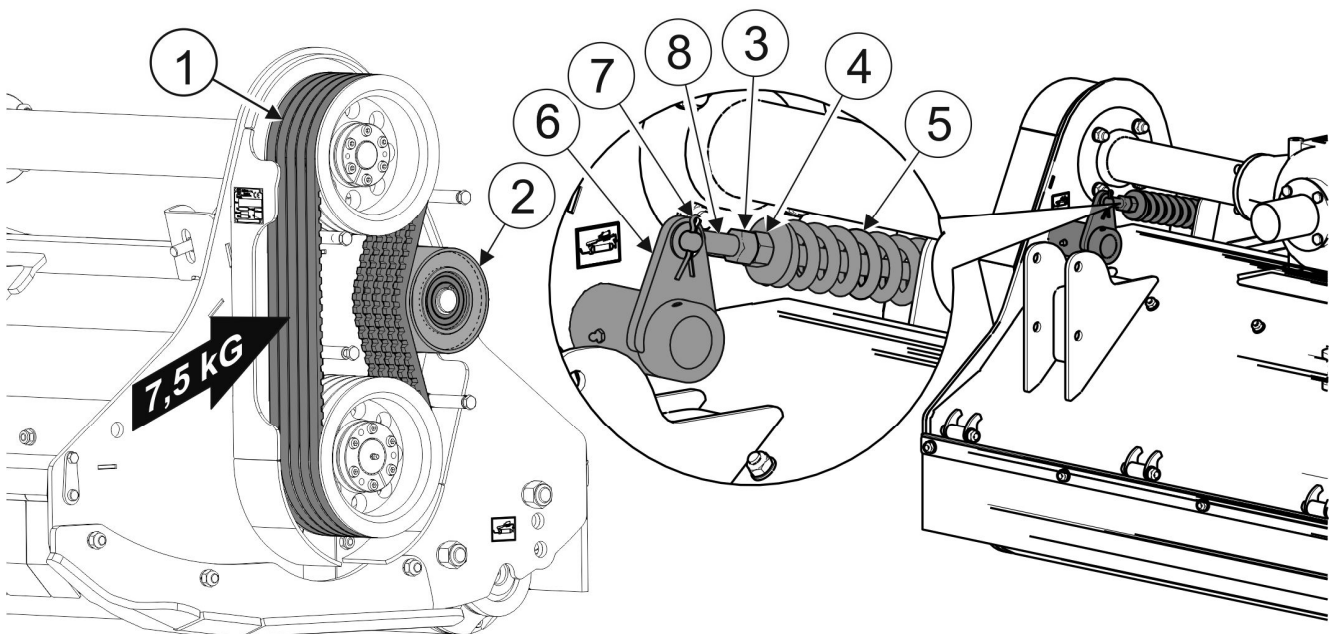

РИСУНОК 5.4 Контроль и регулирование натяжения клиновых ремней
Контроль клиновых ремней (РИСУНОК 5.4) сводится к проверке их натяжения. Прогибклинового ремня, измеренный между ременными шкивами передачи под воздействием силы 7,5 кГ, не должен превышать 10 мм (BK250M), 11 мм (BK110M / BK180M / BK200M) и 13 мм (BK140M / BK160M). Натяжение ремня можно регулировать при помощи гайки (4) на пружине натяжителя. В случае повреждения одного ремня рекомендуется заменять весь комплект ремней. Чтобы заменить клиновые ремни, необходимо ослабить натяжитель пружины, вынуть чеку (7) и отсоединить рычаг натяжителя (6) от натяжного болта (8).